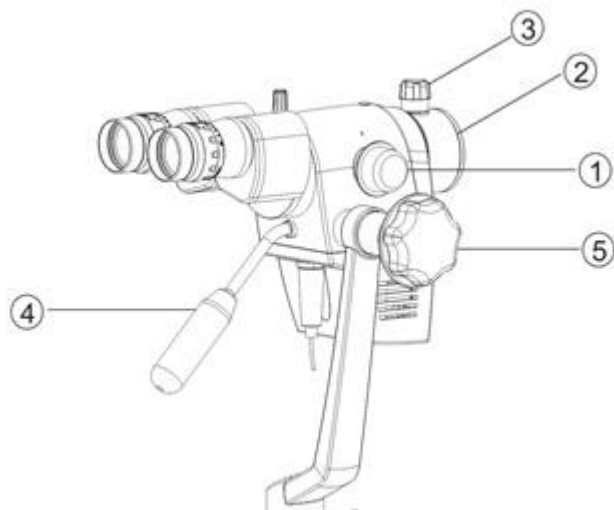

Рис. 7
8.4 Описание составных частей. (рис. 7, 8)
8.3.1 На рис. 7 части указаны: ① переключатель увеличения, ② объектив, ③ ручка точной фокусировки, ④ Ручка управления – используется для наклона головы вперед и назад, ⑤ Ручка блокировки движения головы относительно наклонного узла.